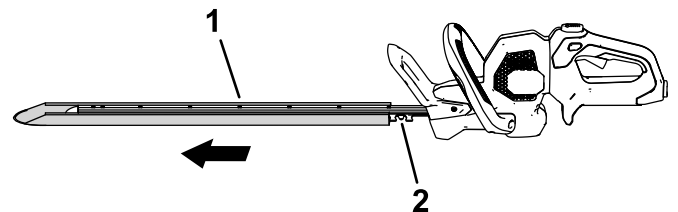

Bild 4
1. Nehmen Sie die Schutzabdeckung von den Messern ab (Bild 4).